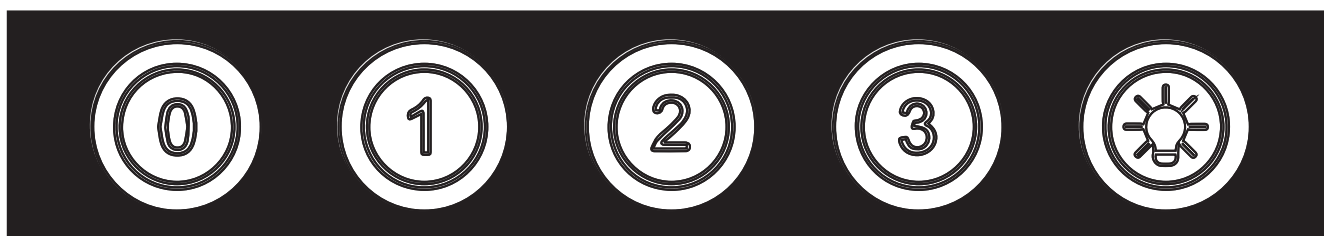

Рис.5
7.3 На нижней плоскости корпуса размещен кнопочный переключатель режимов работы и включения ламп освещения (рис.5):